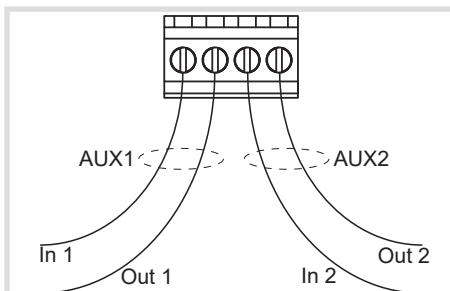

Bild 6: Anschlussklemme (AUX) für externe Signalgeber
- Wasser Leckage Alarm durch Drücken der Bedientaste (3) quittieren.
- Signalton und blinkende Status-LED (5) erloschen.
Das Gerät verfügt über zwei potenzialfreie Kontakte AUX1 und AUX2 (Bild 6), an denen z. B. ein KNX-Funk Binäreingang angeschlossen werden kann. Auf diese Weise kann ein Alarmsignal beispielsweise auf den KNX-Bus gesendet werden. Das Alarmsignal bleibt so lange aktiviert, bis der Alarm (siehe Gefährliche Situation, Wasser Leckage) durch Drücken der Taste (3) auf der Sensoreinheit quittiert wird. Die Beschaltung der potenzialfreien Kontakte und deren Bedeutung ist in Tabelle 3 dargestellt.
- Herdzuleitung 1phasig (17) an die Anschlussklemmen **IN** (22/23/29) der Spannungsunterbrechung anschließen. Dabei zuerst den Schutzleiter anschließen.
- Anschlussleitung (30) durch die Kabeleinführung (10) stecken.
- Zugentlastung (26) herstellen.
- Anschlussleitung 1phasig (30) an die Anschlussklemmen **OUT** (22/23/28) der Spannungsunterbrechung anschließen. Dabei zuerst den Schutzleiter anschließen.
- Optional: Wasser Leckage Sensor in die Anschlussbuchse (12) der Spannungsunterbrechung (9) stecken (siehe Montage Wasser Leckage Sensor).
- Gehäuseabdeckung (13) mit den Befestigungsschrauben (14) am Gehäuseunterteil befestigen.
- Optional: externen Signalgeber an potenzialfreien Kontakt (18) anschließen (Bild 6).